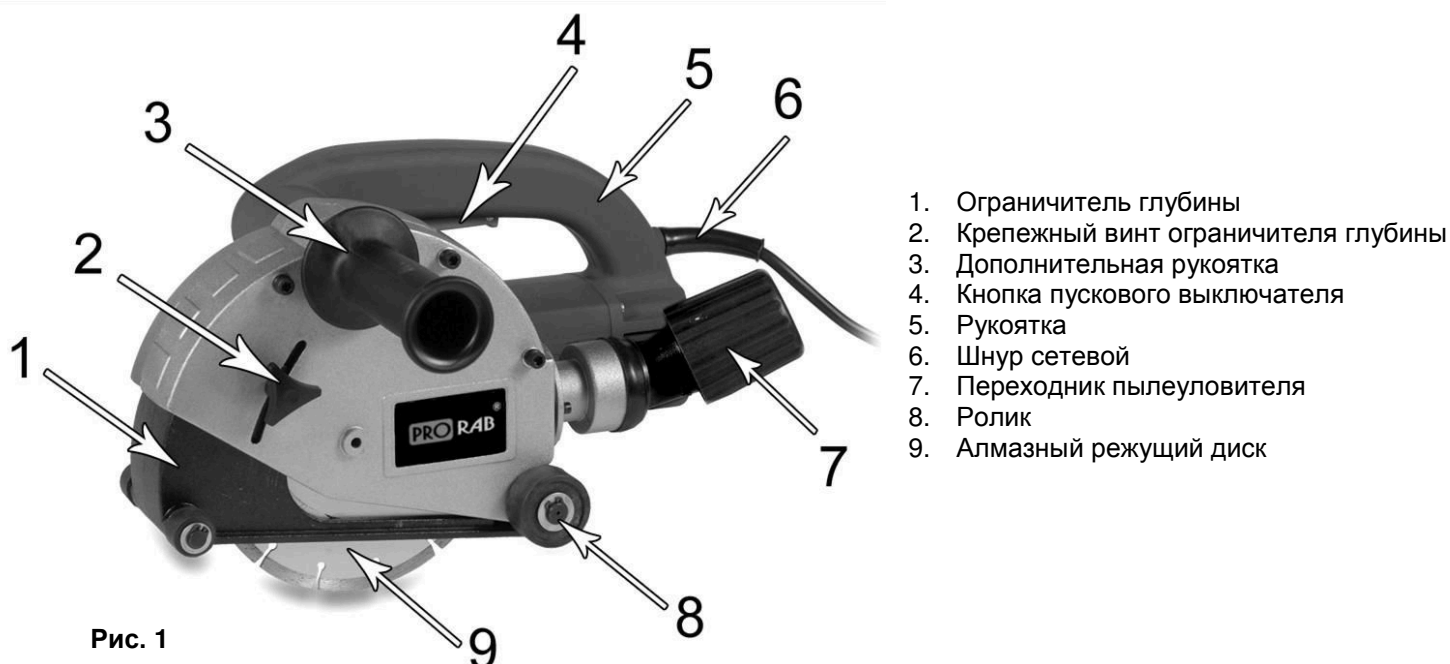

Рис. 1
- Извлеките крепежный винт ограничителя глубины (2)(См. Рис.1).
- Снимите боковой защитный кожух и поверните ограничитель глубины (1) (См. Рис.1) вниз.
- Нажмите кнопку зажима шпинделя, расположенную с боку рукоятки (5) и с помощью штифтового ключа ослабьте гайку с фланцем (18).
- Извлеките алмазные режущие диски (9) и распорные кольца.
- Нажмите и удерживайте кнопку блокировки случайного пуска, затем нажмите выключатель (4) (См. Рис. 1).
- Отпустите кнопку выключателя (4) (См. Рис. 1).
- Во время работы подключайте пылесос к патрубку выброса пыли (7)(См. Рис.1).
- Шланги большинства пылесосов можно одеть непосредственно на переходник (7)(См. Рис.1).